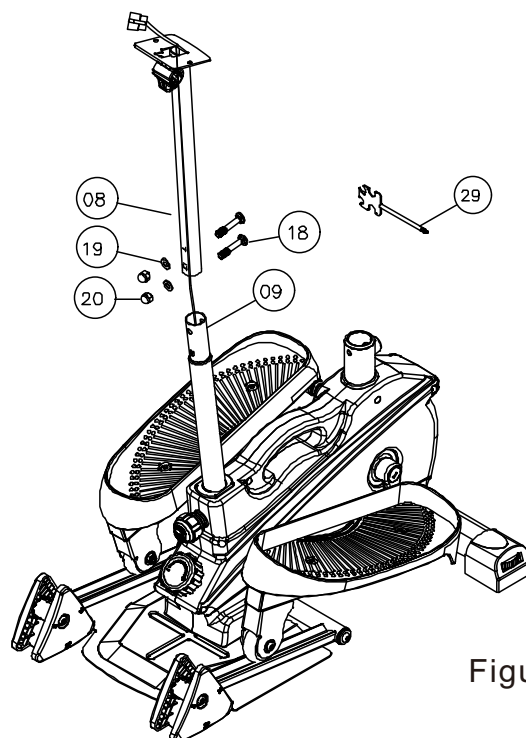

Figura 8
8. Utilizzare 2 viti Cart n. 18, rondella piana n. 19, blocco alto n. 20, e fissare l'assieme del montante anteriore n. 08 e il sistema di gestione centralizzato n. 09 insieme. Come mostrato nella Figura 8: